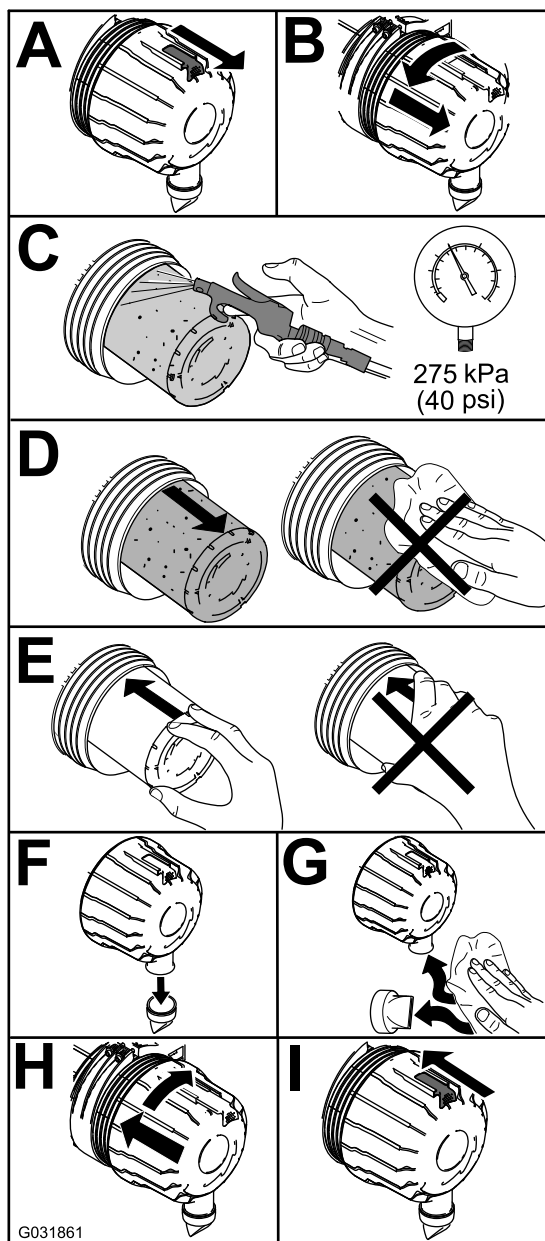

Figura 53
1. Cambie el limpiador de aire (Figura 53).